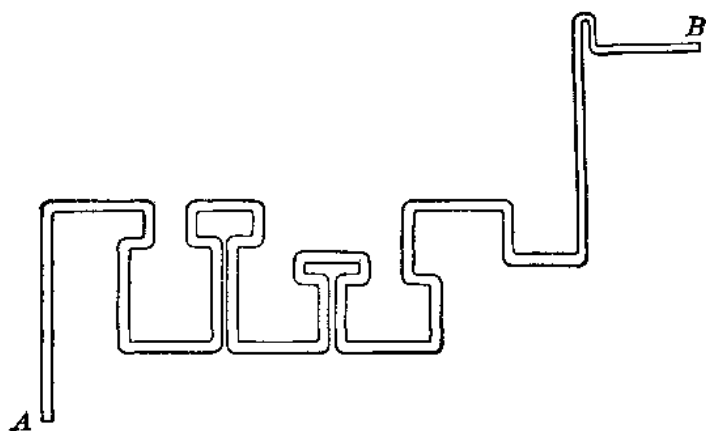

图 2-39
1. 用外径约 3 毫米的细玻璃管,照图 2-39 样子,在酒精灯上弯好。